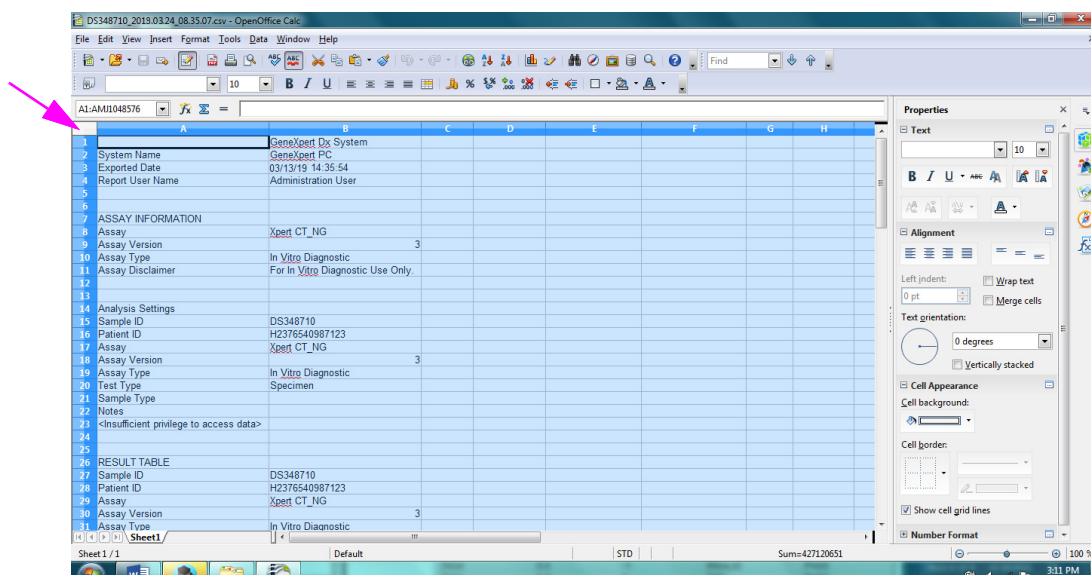

图 5-65. 所有选中的单元格
4. 文件打开后，单击工作表的左上角以高亮显示所有单元格，如图 5-65 所示。